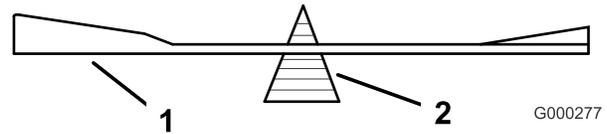

Figura 53
- Verifique el equilibrio de la cuchilla colocándola sobre un equilibrador de cuchillas (Figura 53).
Nota: Si la cuchilla se mantiene horizontal, está equilibrada y puede utilizarse. Si la cuchilla no está equilibrada, rebaje algo el metal en la parte de la vela solamente (Figura 53). Repita este procedimiento hasta que la cuchilla esté equilibrada.